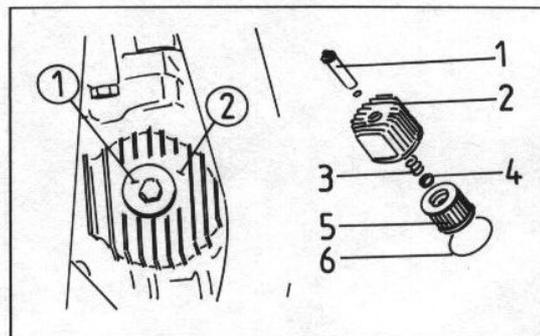

Bild 33
- Die zentrale Schraube des Filterelements lösen und das verrippte Filtergehäuse abnehmen (Bild 33).